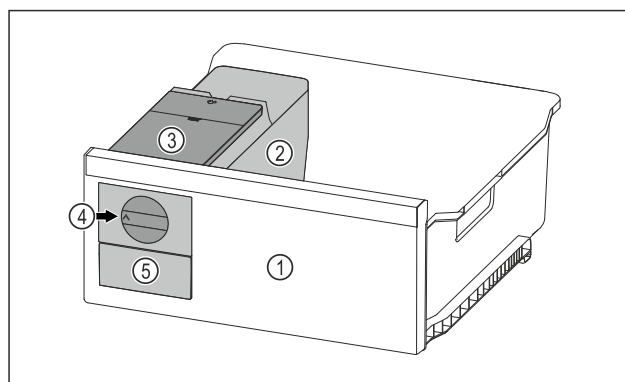

Fig. 71 Eksempelfremstilling
- Vri dreieknotten Fig. 71 (4) med klokken til den stopper.
- ▷ Isbitene faller fra isbitbrettet og ned i isbitskuffen Fig. 71 (5).